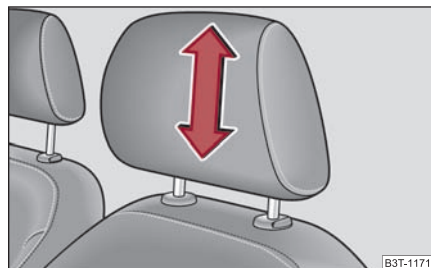

Fig. 81 Ajustar el reposacabezas
- Debe asir el reposacabezas por los lados con las dos manos y tirar a discreción de él hacia arriba o abajo ⇒ fig. 81. ►